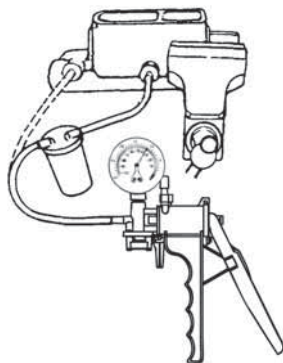

FIGURE 17: PURGE SUR ÉTABLI
3) Enlever un bouchon du maître-cylindre et raccorder l'adaptateur correct à cet orifice de sortie du maître-cylindre. Raccorder le tube de pompe au récipient et celui de ce dernier à l'adaptateur (FIGURE 17).